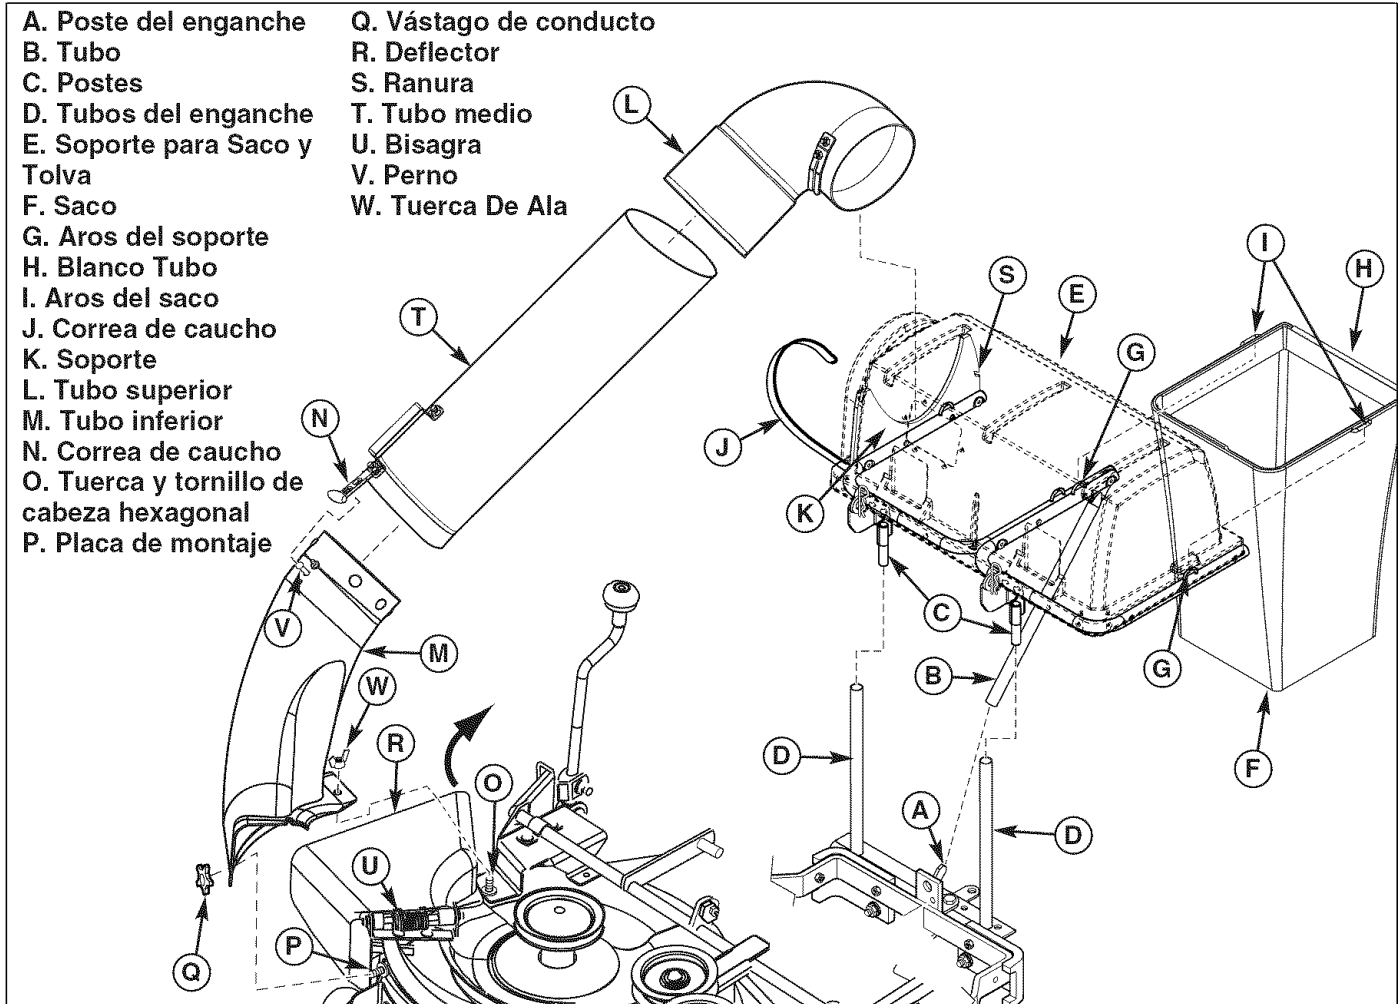

Figura 12. Remoción e Instalación Normal
1. Zafe la correa de goma el lazo (J, Figura 12) de la ranura (S).
2. Quite el tubo superior (L) y el tubo medio (T) del soporte (K) y baje el tubo (M).
3. Desconecte la correa de goma (N) del perno (V).
4. Quite la tuerca de ala (W) del perno de carro (O). Quite la perilla (Q) del perno de carro (P). Quite el canal inclinado más bajo (a) del perno de carro (P) y del perno de carro (P). Quite un tubo más bajo (m). Vea que la desviación de la descarga (R) vuelve a la posición de abajo.
5. Levante y quite la ayuda y la tolva del bolso de los tubos del tirón (D) y del poste del tirón (A).